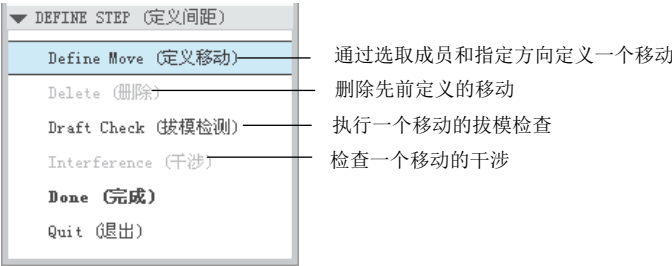

图 18.2.33 “定义间距”菜单
Step2. 在图 18.2.33 所示的  **DEFINE STEP (定义间距)** 菜单中，选择  **Define Move (定义移动)** 命令。系统弹出“选择”对话框。